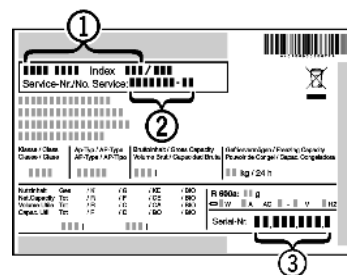

Fig. 12
- ▶ Očitajte naziv uređaja *Fig. 12 (1)*, servisni broj *Fig. 12 (2)* i serijski broj *Fig. 12 (3)* s tipske pločice. Tipska pločica nalazi se na lijevoj unutarnjoj strani uređaja.
- ▶ Obavijestite službu za kupce i javite im kvar, naziv uređaja *Fig. 12 (1)*, servisni broj *Fig. 12 (2)* i serijski broj *Fig. 12 (3)*.